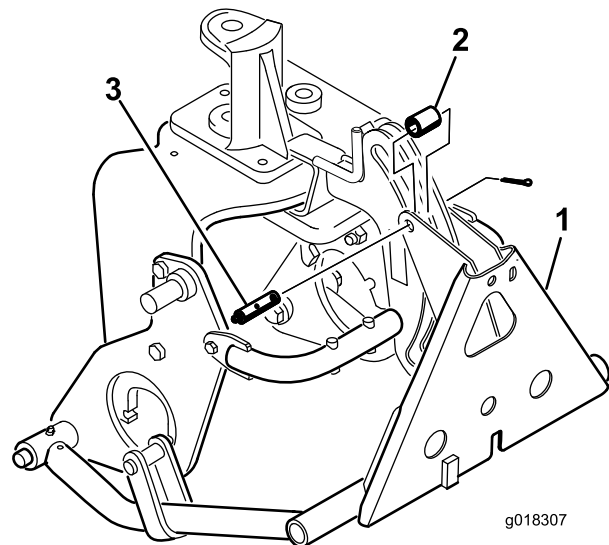

Figura 10
- Fije el adaptador del bastidor al bastidor de enganche con un tubo, una chaveta y un pasador (Figura 10).